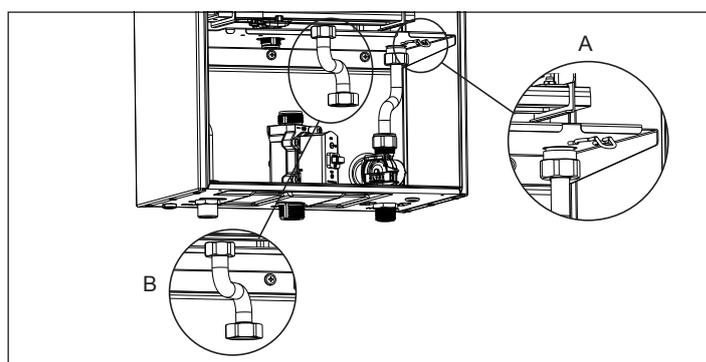

Fig. 14 - Desmontar componentes
- Tire el clip colocado en la rampa de agua fría (detalle A fig. 14)
- Desconecte la rampa gas y sacre (detalle B fig. 14)